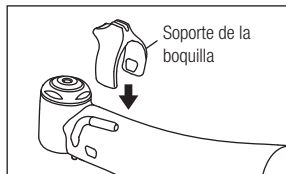

Fig. 6
- 1) Enganche el soporte de la boquilla. (Fig. 6)